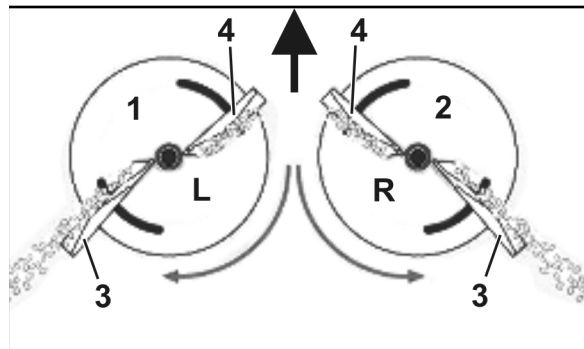

Fig. 27
4. Legen Sie die Hydraulik-Schlauchleitungen in der Schlauchgarderobe ab (Fig. 27).